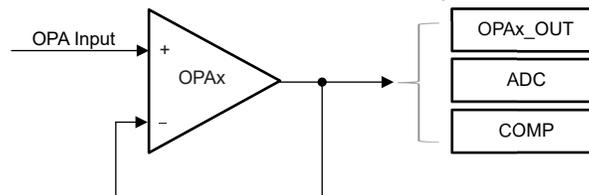

図 3-5. ADC および コンパレータとの OPA の接続
1. 入力信号を増幅するために、OPA を ADC と COMP に配線します (図 3-5 を参照)。